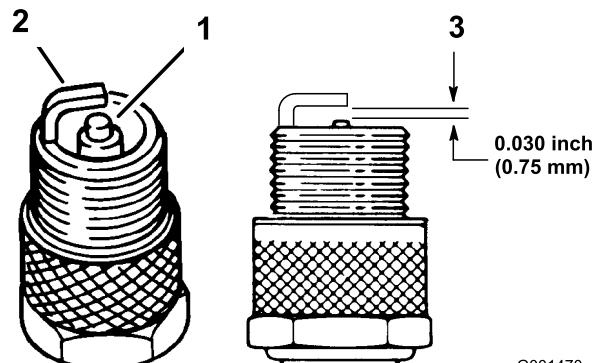

Figura 35
- Mire la parte central de las bujías (Figura 35). Si se observa un color gris o marrón claro en el aislante, el motor está funcionando correctamente. Si el aislante aparece de color negro, significa que el limpiador de aire está sucio.
- Compruebe la separación entre los electrodos central y lateral (Figura 35). Si la distancia no es correcta, doble el electrodo lateral (Figura 35).
3. Conecte los cables a las bujías (Figura 35).